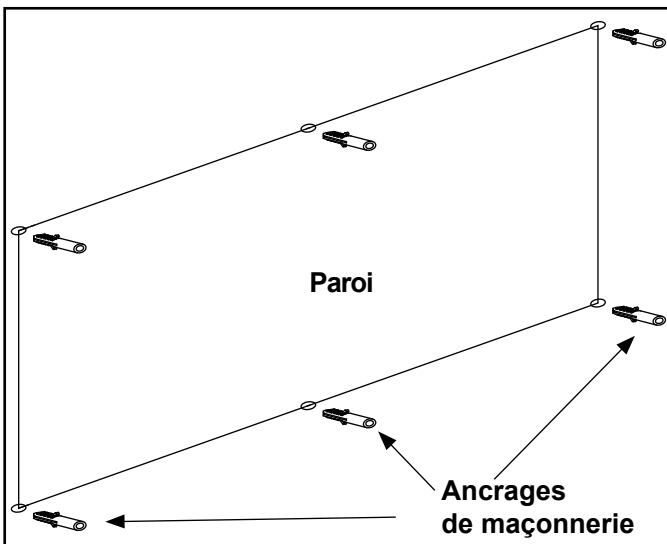

Figure 4.7 Positionnement des ancrages de maçonnerie
**AVIS :** Un minimum de six (6) vis d'ancrage sont requises pour le montage mural des modèles SF-ALLS40, SF-ALLS50 et SF-ALLS60. Un minimum de huit (8) vis d'ancrage sont requises pour le montage mural du modèle SF-ALLS72.
- Dans les emplacements marqués, percez des trous de 7,9 mm (5/16 po) de diamètre et de 38 mm (1-1/2 po) de profondeur. Voir la figure 4.7.